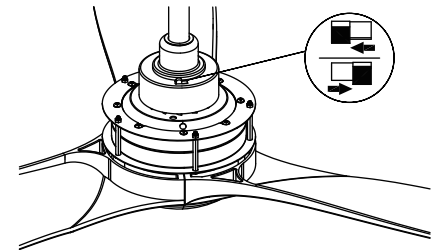

Fig. 31
4. Commutateur REV: Permet de contrôler le sens, en avant ou en arrière. (Fig. 31)